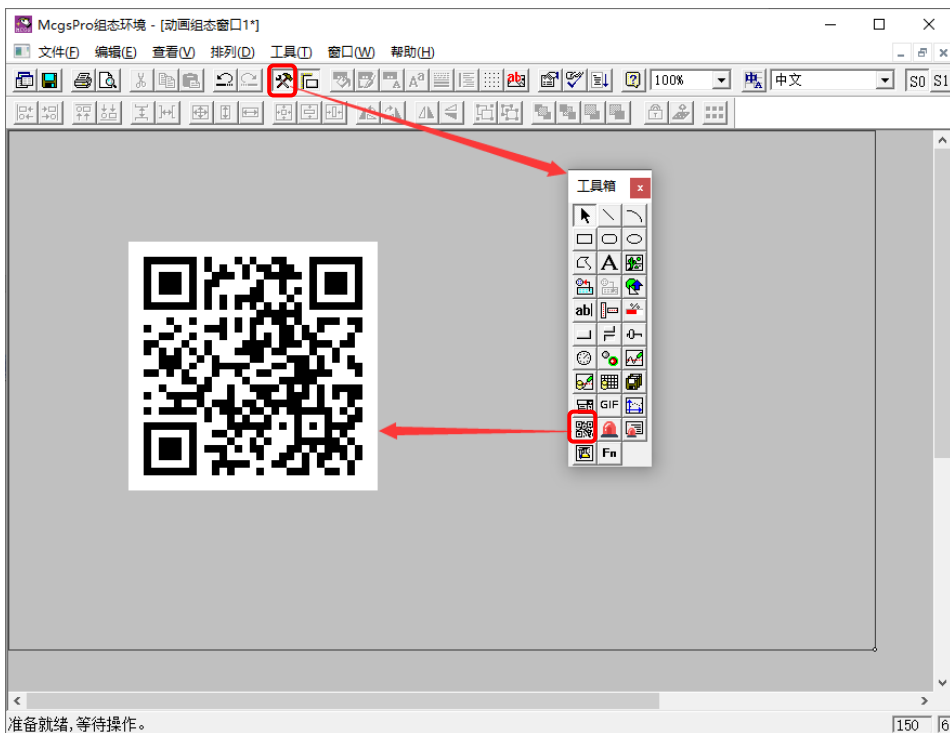
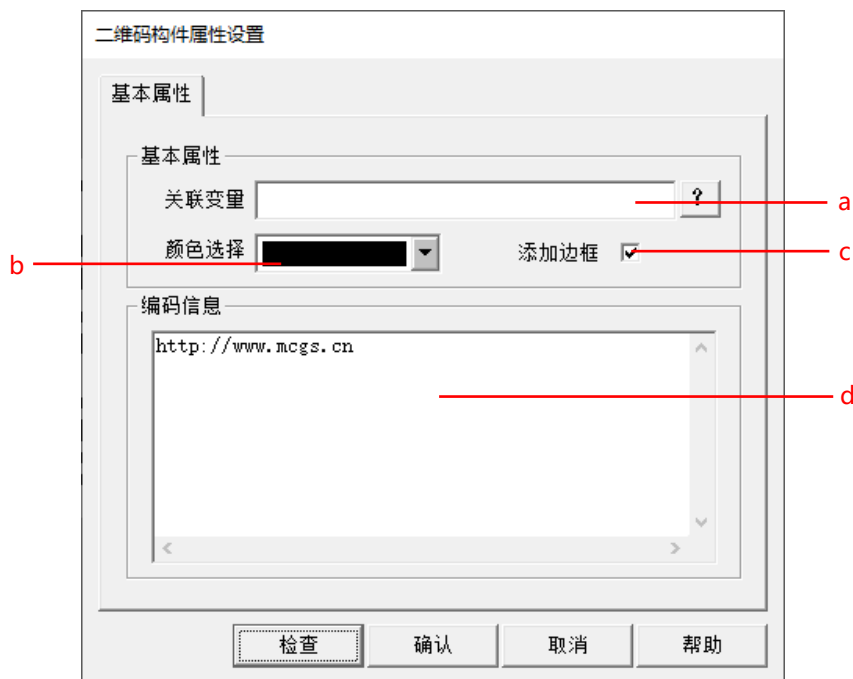

图 2.1-7 绘制二维码构件
图 2.1-8 二维码构件属性设置
- ② 打开工具箱，在工具箱中选择“二维码”构件，并在窗口画面中绘制二维码构件，操作步骤如图 2.1-7 所示：
- ③ 鼠标双击图 2.1-7 中的二维码构件，进入图 2.1-8 所示的二维码构件属性设置界面；